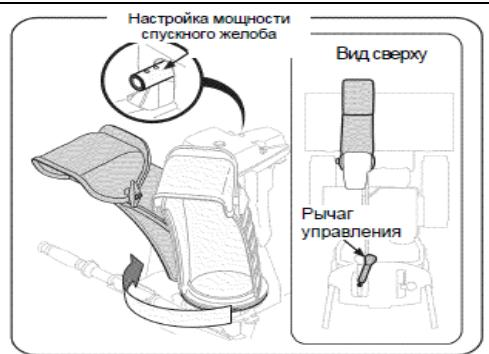

Рис. 5
5. Прижмите курок на джойстике панели и вращайте вручную желоб выброса так, что бы он был развернут вперед. Отверстия во входе управления желобом должны быть направлены вверх. (См. Рис. 5).
ВАЖНО: Джойстик должен быть слегка наклонен в право. См. Рис. 5 и 6.